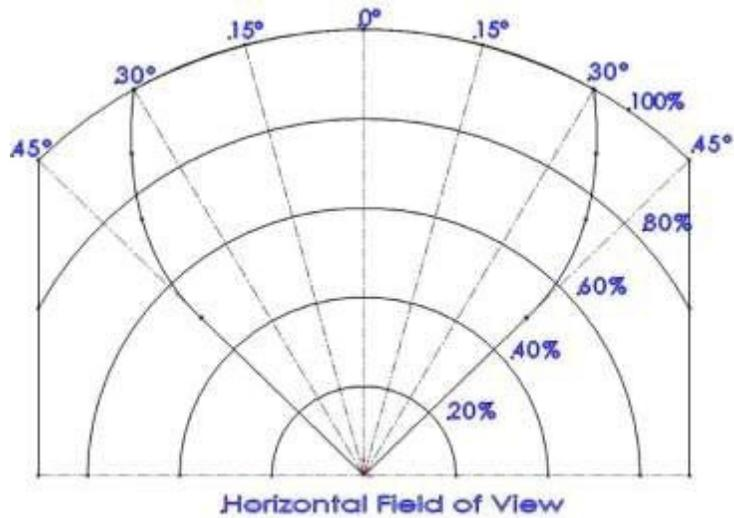
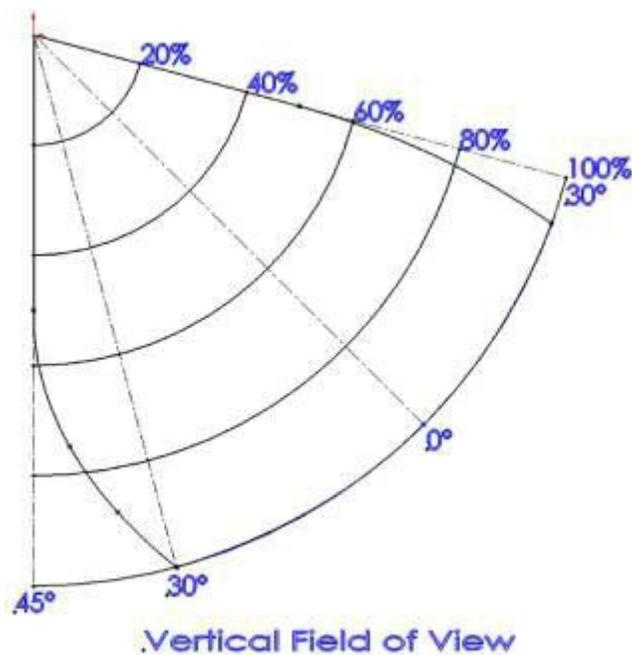

Figure 9 : Champ de vision horizontal
Figure 10 : Champ de vision vertical
- Le champ de vision des détecteurs (voir Figure 9 et Figure 10)